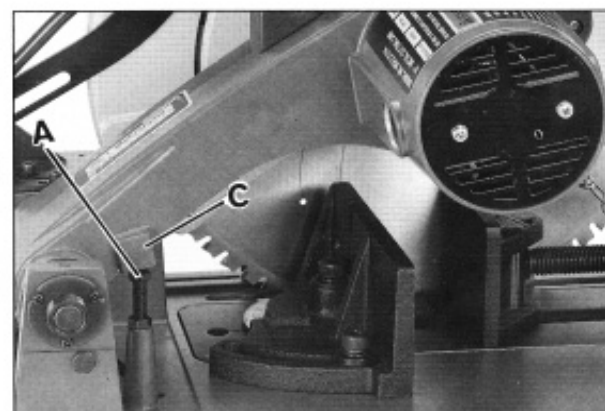

Abb.13
La Fig.13 montre le bord du bras en fonte (C) en contact avec la vis de butée (A) limitant ainsi la course de descente de la lame.